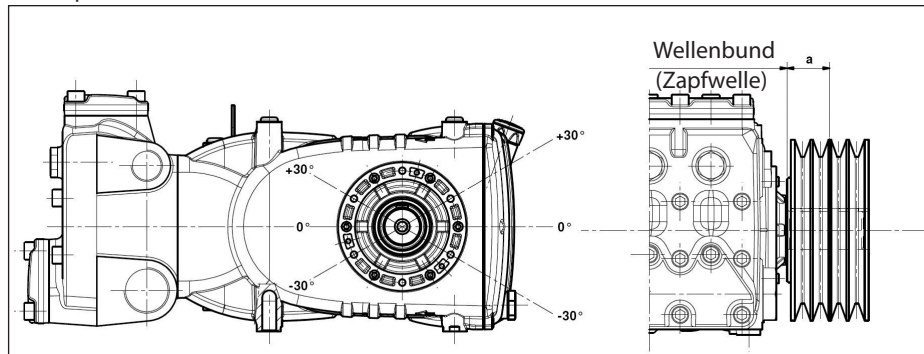

Abb. 10
Der Antrieb gilt als richtig bemessen, wenn die Belastung bei einem maximalen Abstand $a=40$ mm vom Wellenbund (Zapfwelle) angewandt wird, siehe Abb. 10.
- b) Verwenden Sie Hochleistungsriemen - zum Beispiel **XPB** statt **SPB** - da hierbei weniger Riemen bei gleicher Leistungsübertragung benötigt werden und der Abstand zum Wellenbund (Zapfwelle) „a“ von Abb. 10.